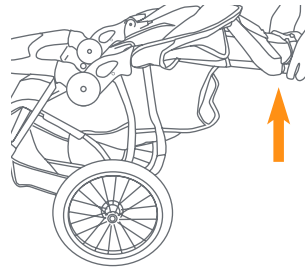

Fig. 24b
- Lift up on the stroller handle with both hands until the stroller frame is erected and locked in the open position (Fig. 24b). The stroller has spring-loaded latches on both sides of the frame.
- Levante el manubrio del carrito con ambas manos hasta que el armazón del carrito esté erguido y trabado en la posición abierta (Fig. 24b). El carrito tiene pestillos accionados por resorte a ambos lados del armazón.